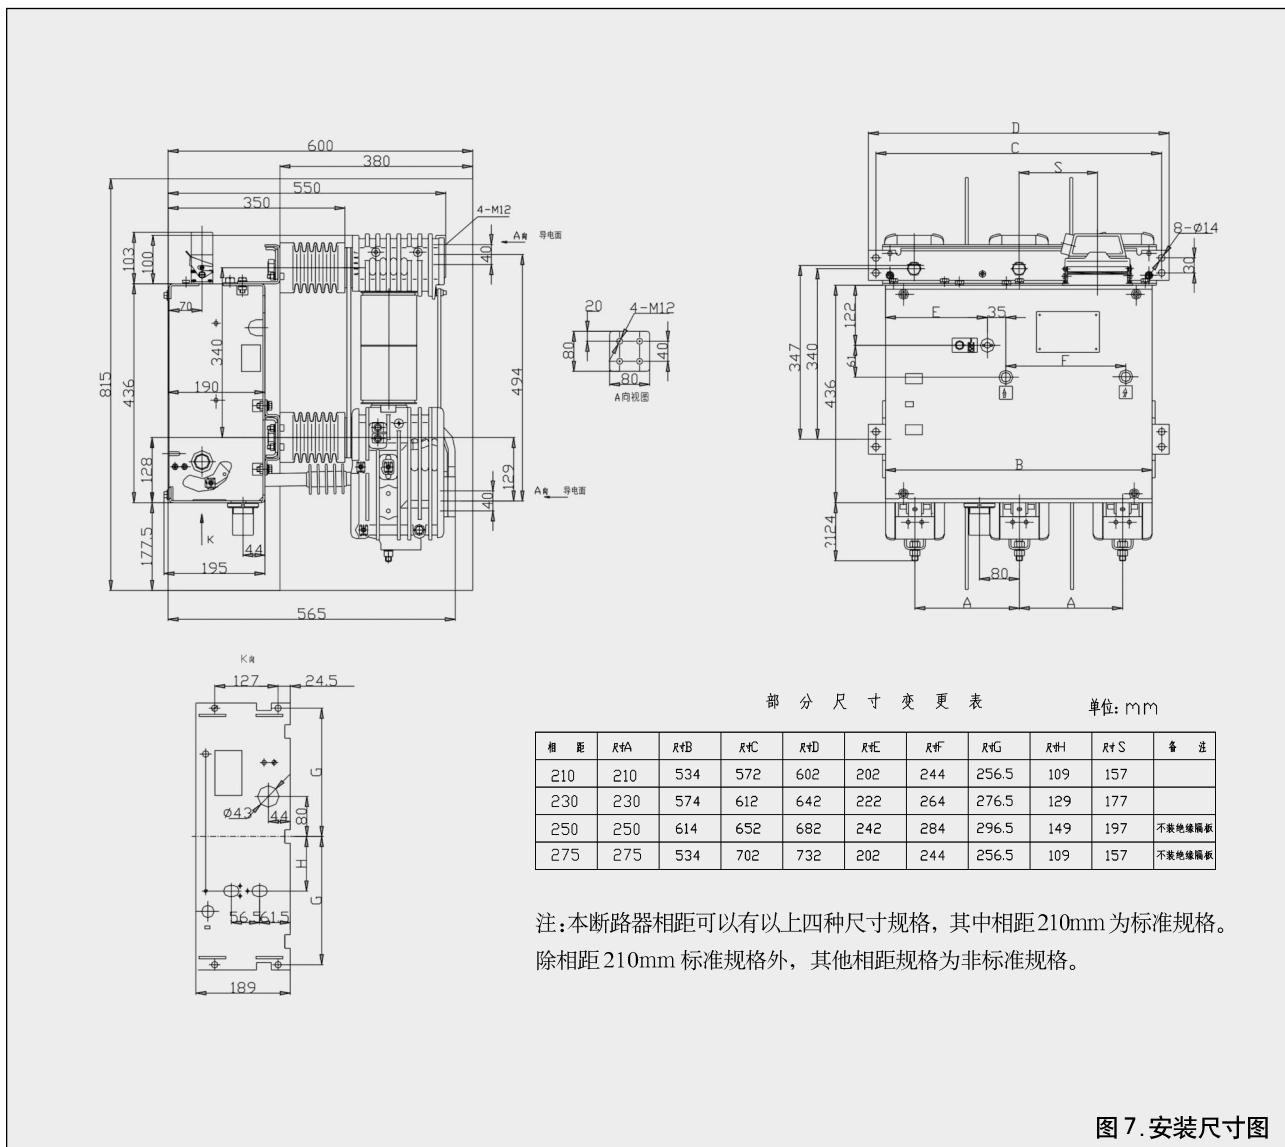

图 7. 安装尺寸图
流脱扣器, 相距尺寸须改为250mm, 安装尺寸见图7。
4. 用机构箱上的安装孔进行安装。(见图7 安装外形图)